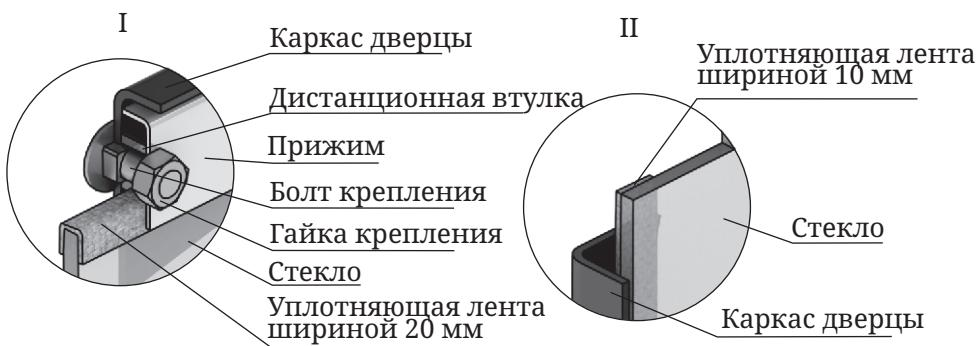

Рисунок 10. Крепление светорозрачного экрана дверцы модификации «Витра»
1. Отверните две гайки, фиксирующие прижим (рисунок 10.I), демонтируйте его и дистанционные втулки.
- Возьмите новое стекло. Если на нем нет уплотняющих лент, наклейте их, лента шириной 20 мм наклеивается сверху и снизу стекла «П» - образно (рисунок 10.I), лента шириной 10 мм наклеивается вертикально, вдоль боковых сторон стекла (рисунок 10.II).
3. Вставьте стекло в упор, при этом лента, наклеенная с боковых сторон (вертикальная) должна быть зажата между стеклом и каркасом дверцы (рисунок 10.II).
4. Вставьте стекло в упор, при этом лента, наклеенная с боковых сторон (вертикальная) должна быть зажата между стеклом и каркасом дверцы (рисунок 10.II).
*Внимание! Гайки, крепящие прижим накручиваются на болты крепления через дистанционные втулки (рисунок 10.I).*